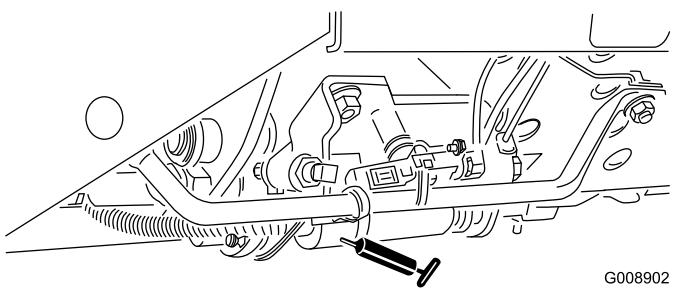

Bild 42
- Mähen-/Transportschieber (Bild 42)